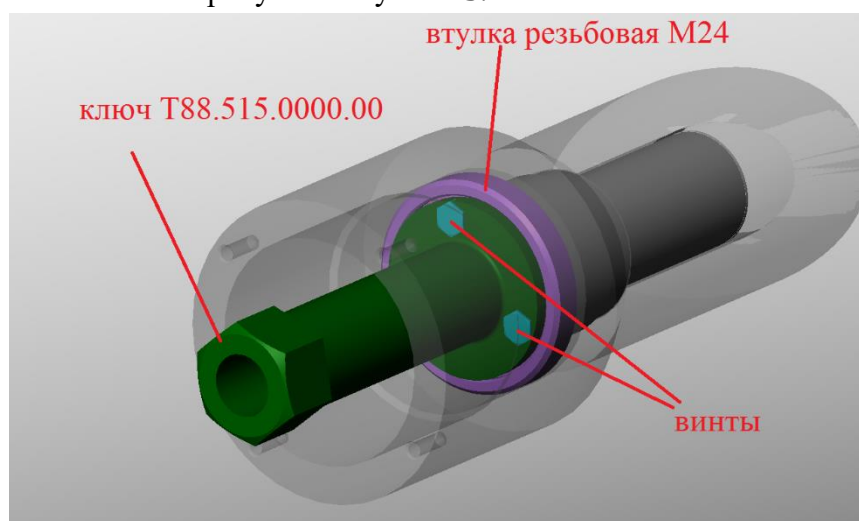

Рисунок 43 – установка ключа для монтажа
4.2.2.9 Установить вместо шайбы ключ T88.515.0000.00 и зафиксировать на 3 болта к втулке резьбовой, как показано на рисунке Рисунок 43.